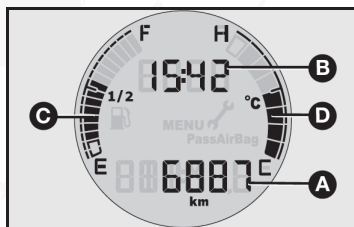

fig. 29
- Reloj (B-fig. 29)
- Indicador de nivel de combustible (C-fig. 29)
- Indicador de temperatura del refrigerante del motor (D-fig. 29).